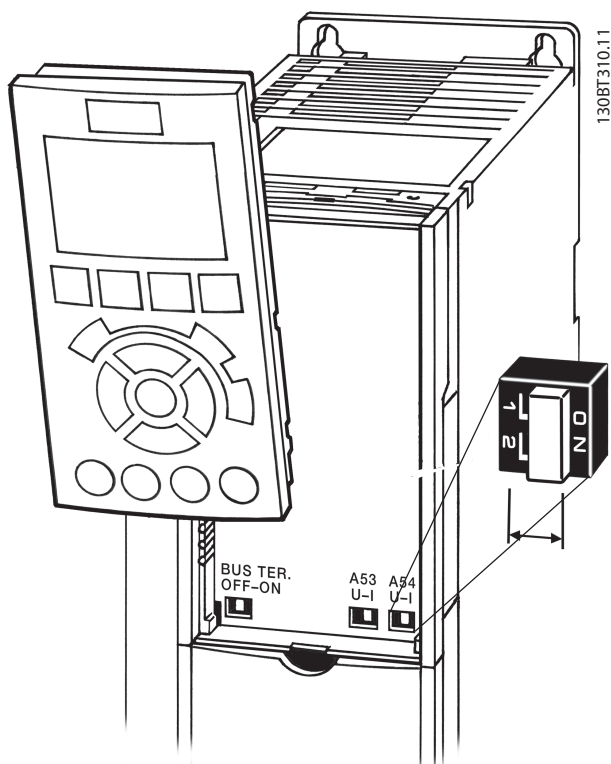

图 3.62 端子 53 和 54 开关及总线端接开关的位置
- 在拆下 LCP 后可以看到这些开关（请参阅图 3.62）。